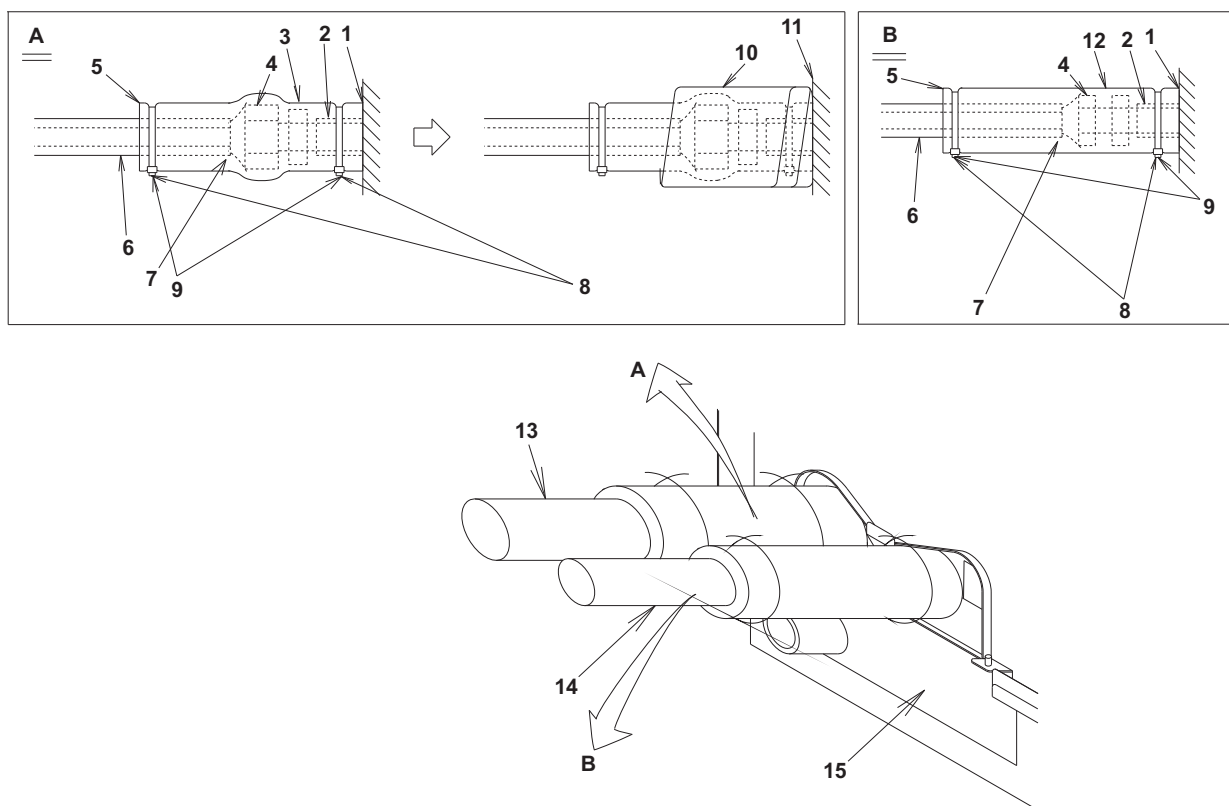

Bild 15
- Efter läckagetestning, se **bild 15**, och isolera både gas- och vätskerörkoppling med medföljande skarvisoleringsmaterial (6) och (7) för att förhindra att rören blir exponerade.